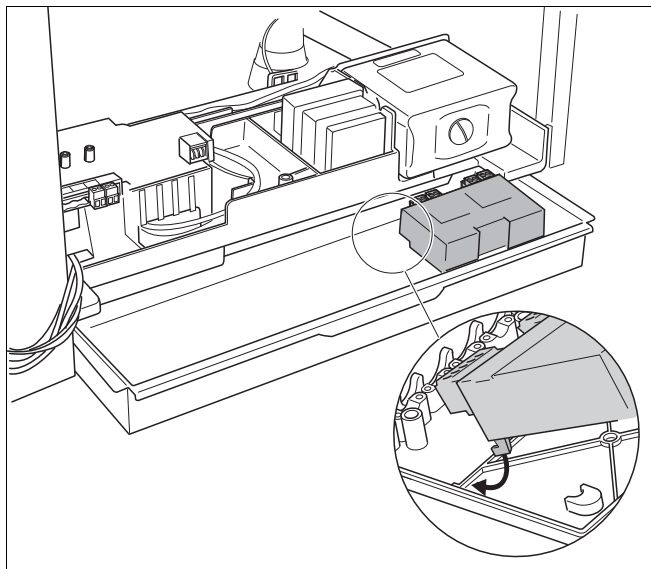

Рис. 46 Фиксация функционального модуля в настенном кронштейне
- Зафиксировать функциональный модуль (модули) в настенном кронштейне (рис. 46).